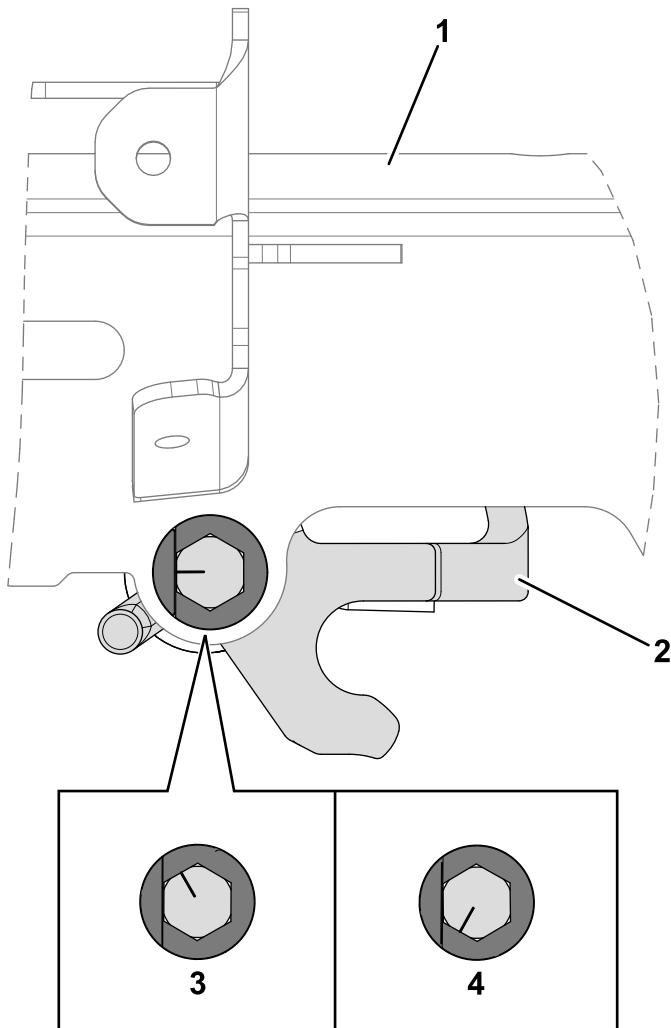

图 14
2. 顺时针或逆时针旋转螺栓以向内或向外调节手柄高度调节器的角度。如 图 14所示手柄高度调节器应与上接收器焊接件平行。